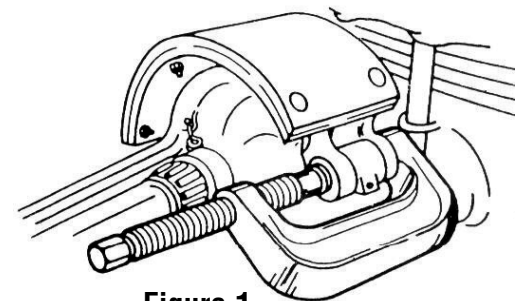

Figure 1
2. Positionner la presse en C sur le porte-segments de frein comme illustré en Figure 1.